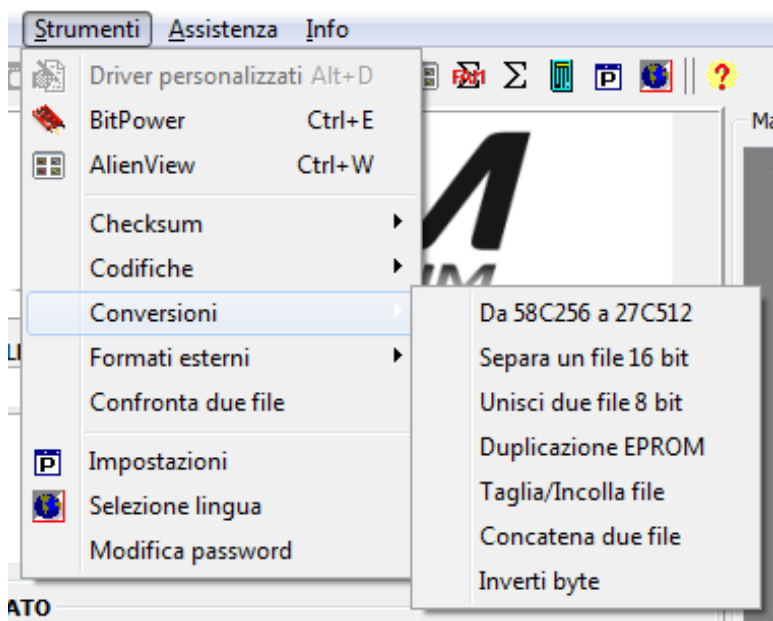

Figura 6: Elenco *Conversioni* disponibili.
1. Dalla finestra principale del programma, selezionare la voce *Strumenti* e successivamente *Conversioni* (Figura 6).